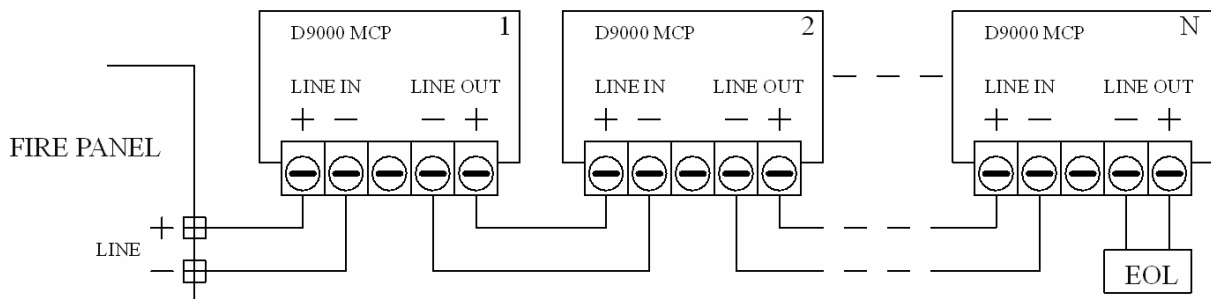

Figure 2
- Cette option est obtenue en coupant le pont sur la planche avec des mandrins de montage. (Fig. 2)